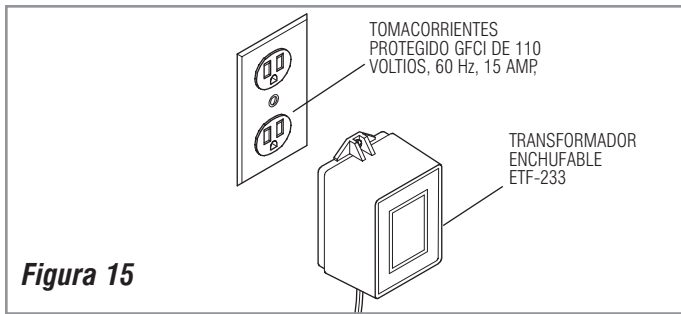

Figura 15
Paso 10 — Enchufe Transformador a Contacto (Figura 15)